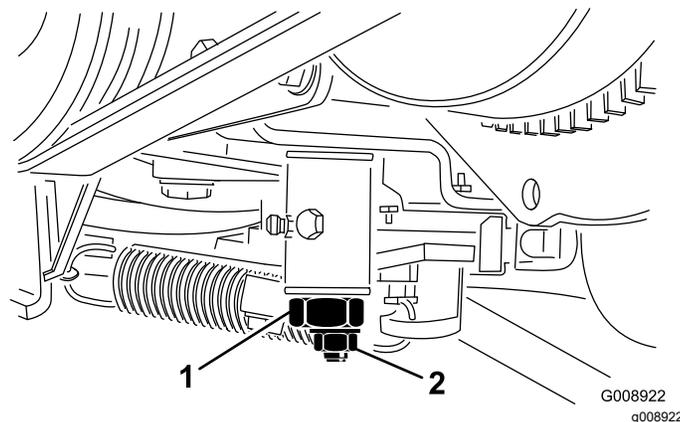

図 57
3. トラクション調整カムのロックナットをゆるめる(図 57)。